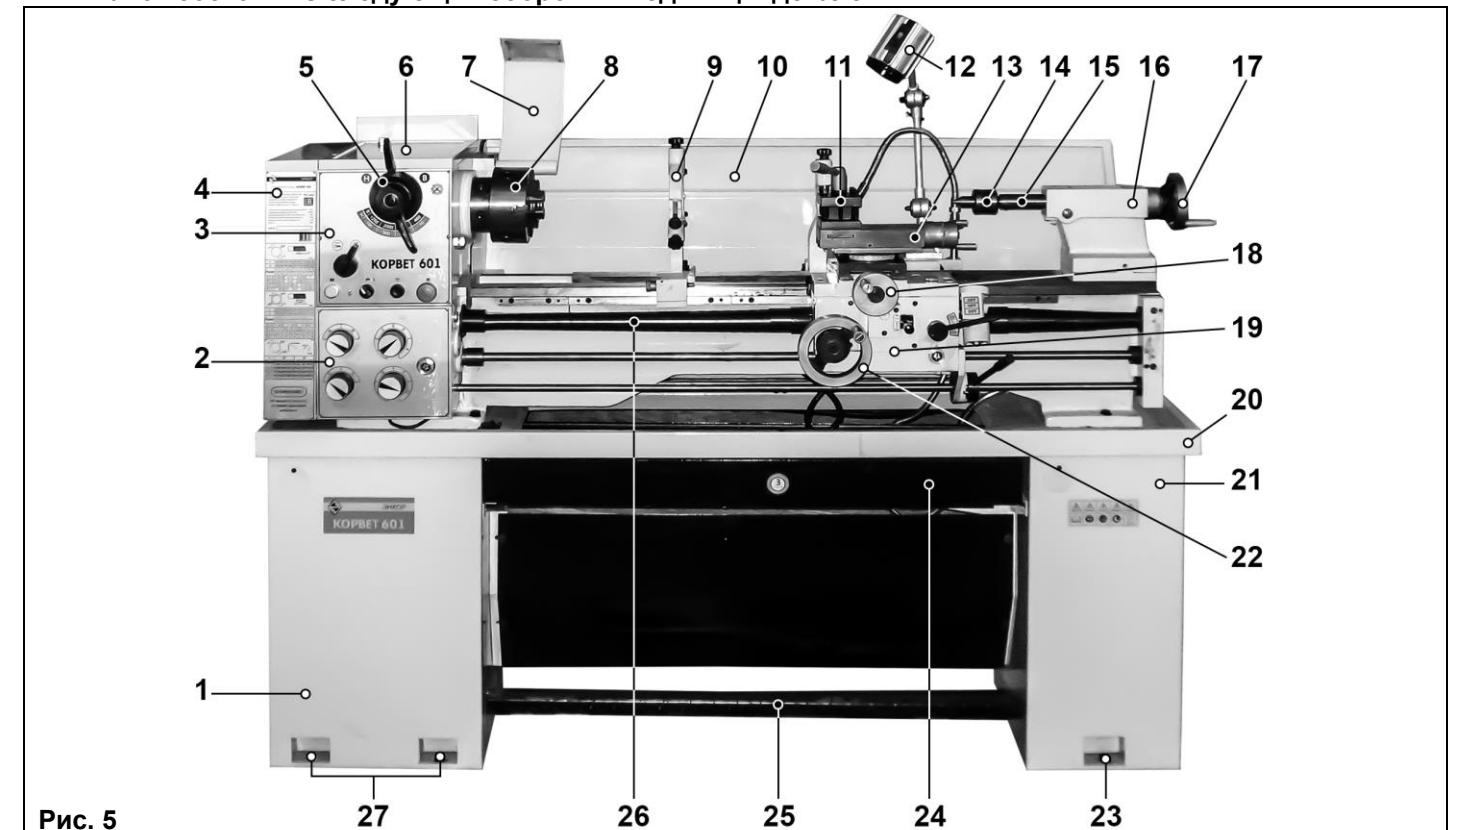
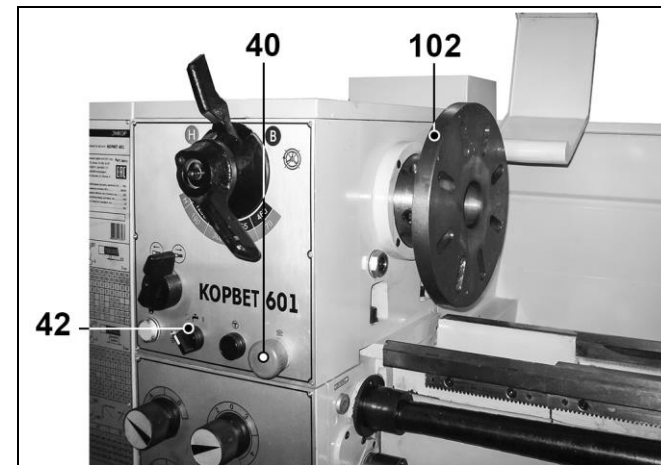

Рис. 5
Рис. 21
7. УСТРОЙСТВО СТАНКА (Рис.5)
8.1. 8.2. Из комплекта поставки, Рис.1, ручки (У) установите на маховики: подачи поперечного суппорта (18) и ручной подачи каретки (22), Рис. 5.
8.5. В конус пиноли (15) задней бабки (16) установите центр (14), Рис. 5. При выполнении сверления – сверлильный патрон с конусом МТЗ приобретается отдельно.
9. ОРГАНЫ УПРАВЛЕНИЯ И КОНТРОЛЯ (Рис. 5 – 15)
10.5. Для охлаждения и смазки режущего инструмента и обрабатываемой заготовки используйте СОЖ. Состав и концентрация смазывающей охлаждающей жидкости определите из учебной и справочной литературы применимо к марке обрабатываемого металла и режущего инструмента. Демонтируйте съемный щиток (113) с боковой панели правой тумбы (21); в ёмкость (105) налейте СОЖ. Объём ёмкости 4литра. Наконечник гибкой подводки (110) направьте в поддон (24), Рис.5. Флажок крана (109) поверните на четверть оборота по часовой стрелке. Соблюдая меры предосторожности, включите станок. Ручкой (42) включите подачу охлаждающей жидкости, Рис.21. Проверьте беспрепятственный слив жидкости из поддона (106) через патрубок (107) и через патрубок (104) обратно в ёмкость (105). Убедившись в правильности работы системы подачи охлаждающей жидкости, нажмите на кнопку (40), выключите станок. Установите и закрепите съемный щиток (113) с боковой панели правой тумбы (21).